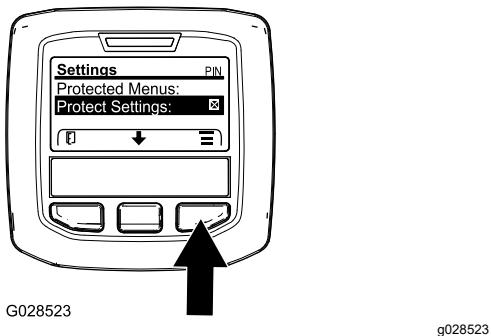

Figure 48
1. Dans le MENU PRINCIPAL, appuyez sur le bouton central pour naviguer jusqu'au menu RÉGLAGES, puis appuyez sur le bouton droit (Figure 48).